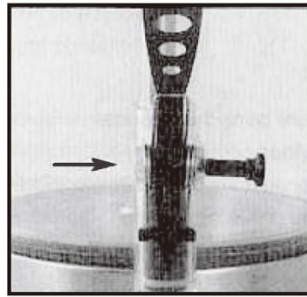

Figure 4
- 4) Nehmen Sie den Hahn ab, indem Sie den Stift herausziehen (siehe Abbildung 4).